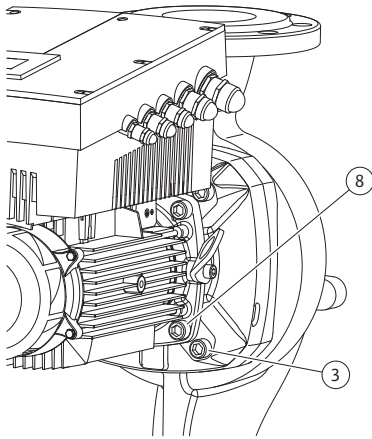

Fig. 49: Optionele bevestiging van de insteekset
11. De schroeven (Fig. 7, pos. 3) losmaken en verwijderen. Naargelang pomptype moeten de buitenste schroeven (Fig. 49, pos. 3) worden weggenomen. De insteekset (zie Fig. 13) blijft na het verwijderen van de schroeven vast in het pomphuis, er bestaat ook in horizontale toestand van de motoras geen kantelgevaar.
16. Naargelang het pomptype de schroeven (Fig. 7, pos. 10) of als alternatief de schroeven (Fig. 49, pos. 8) losmaken.
22. Het lantaarnstuk voorzichtig over de as schuiven en in de oude of een andere gewenste hoek ten opzichte van de motorflens positioneren. Daarbij letten op de toegestane inbouwposities van de componenten (zie hoofdstuk 7.1 "Toegestane inbouwposities en wijziging van de componentenopstelling vóór de installatie" op pagina 210). Lantaarnstuk met de schroeven (Fig. 7, pos. 10) **of** bij de pomptypes/lantaarnstuktypes volgens (Fig. 49) – met de schroeven (Fig. 49, pos. 8) aan de motorflens bevestigen.